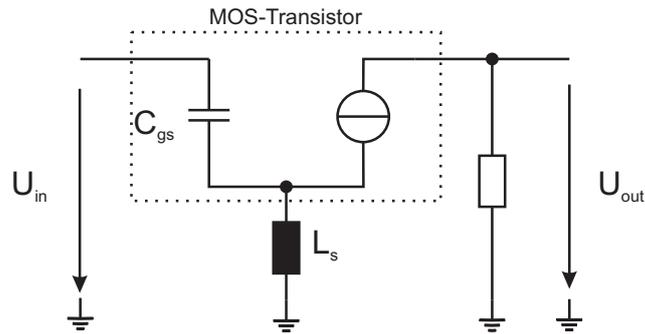

Abbildung 4.4: MOS-Verstärker
4.5 In Abbildung 4.4 sehen Sie den MOS-Transistor als vereinfachtes Kleinsignalersatzschaltbild in einer typischen Schaltung.
a) Bestimmen Sie die Eingangsimpedanz der Schaltung in Abbildung 4.4 und trennen